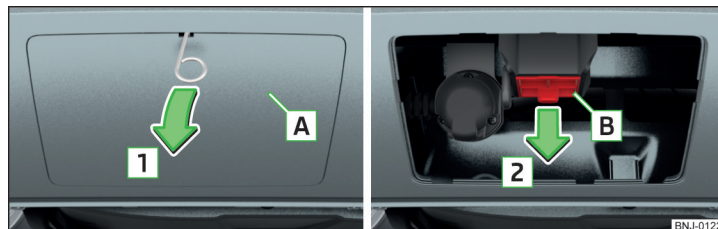

Fig. 246 Demontarea măștii: la bara de protecție spate/pentru locașul de fixare
- Scoateți masca locașului de fixare **A** în sensul săgeții **1** » fig. 246 cu ajutorul bridei pentru extragerea capacelor integrale de roată din trusa de scule.
- › Montați capacul **B** » fig. 246 la pagina 201 în sens opus săgeții **2**.
- › Aplicați capacul **A** » fig. 246 la pagina 201 la „cârligele“ din partea de jos a barei de protecție.